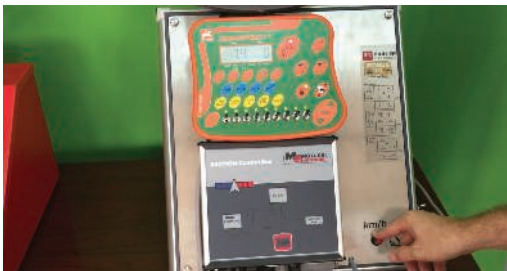

Рисунок 5.11 – Изменение скорости движения агрегата
11. Изменить скорость движения агрегата (рисунок 5.11).